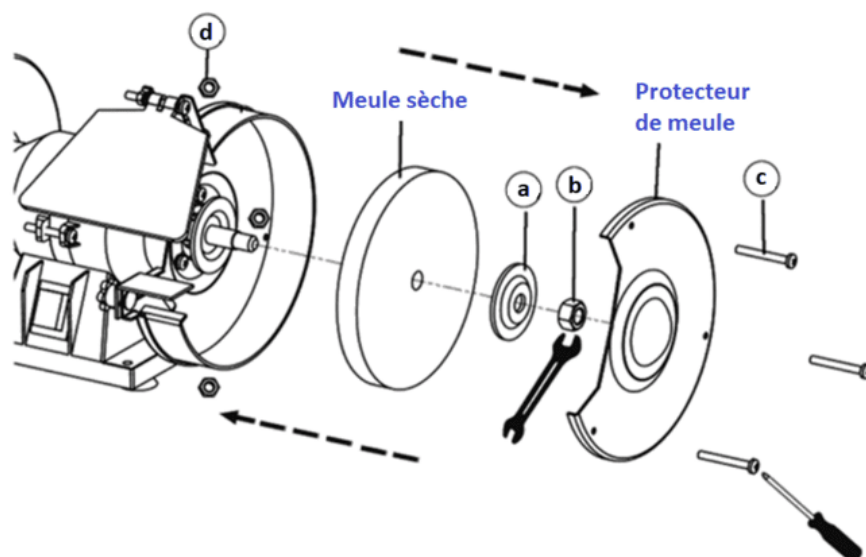

Fig. 4
- Retirer le protège-meule (6) en desserrant les vis (c) et les écrous (d). Voir la figure 4.
- Monter une nouvelle meule (8) sur la broche. Inspectez la nouvelle meule à la recherche de dommages, de défauts ou de fissures.